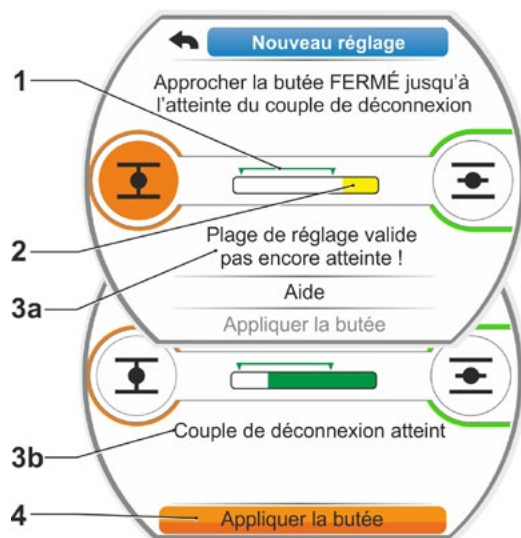

Fig. 12 : déplacement vers la butée FERMÉ en cas de déconnexion en fonction du couple
- b) Placer la surbrillance de sélection sur « Appliquer les butées » (Fig. 12, Pos. 4).
Sélectionner le sens de déplacement FERMÉ (OUVERT en cas de réglage dans le sens OUVERT) et maintenir le Drive Controller enfoncé pendant plus de 3 s. Le servomoteur se déplace automatiquement jusqu'à ce que la butée soit atteinte. Le visuel indique si la plage de réglage valide (Fig. 12, Pos. 1) est atteinte (3b) ou ne l'est pas encore (3a) et la couleur de la barre de progression (2) passe en conséquence du jaune au vert.
Si le couple de déconnexion est atteint, le message « Couple de déconnexion atteint » (3b) apparaît et l'option de menu « Appliquer la butée » est activée (Fig. 12, Pos. 4).